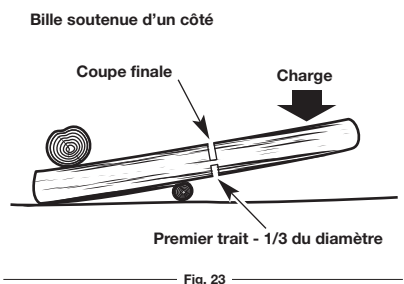

Fig. 23
- Lorsque la bille est soutenue d'un côté (Fig. 23): Faites d'abord la coupe de 1/3 du diamètre sur le dessous de la bille pour éviter qu'elle ne se fende en éclats. Coupez ensuite sur le dessus pour rejoindre la coupe du bas et éviter le coincement.